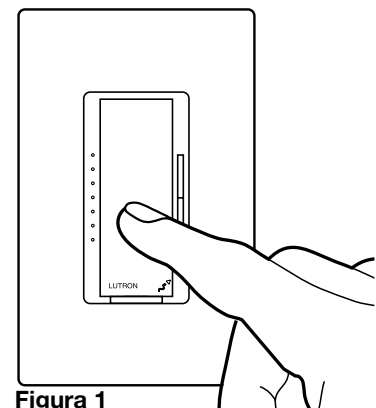

Figura 1
- a. Pressione e mantenha o botão do dimmer/interruptor (Figura 1) por aproximadamente 6 segundos. Quando o(s) LED(s) começar(em) a piscar lentamente, solte o botão.